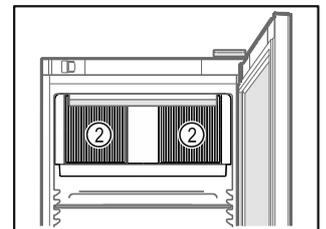

Fig. 75
- Lüftungsschlitze Fig. 75 (2) des Umluftgebläses im Innenraum freihalten.